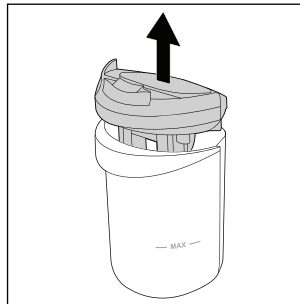

Abb. 21
- ♦ Ziehen Sie den Deckel des Schmutzwasserbehälters **9** nach oben aus dem Schmutzwasserbehälter **2** (siehe Abb. 21).